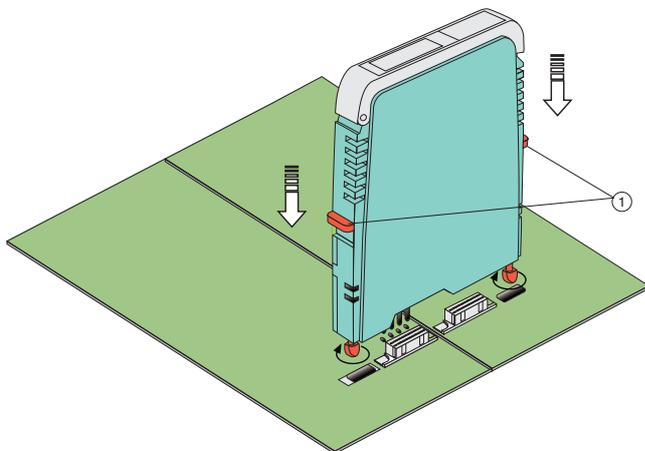

Abbildung 7 Korrekte Montage des Moduls HiD Mux2700
- Vergewissern Sie sich, dass sich der rote Quick-Lok-Riegel (1) in der oberen Position befindet.
- Beachten Sie die Steckausrichtung des Moduls. Führen Sie die Kodierstifte (2) des Moduls in die zugehörigen Kodierbohrungen im Board. Zentrieren Sie nun die Arretierungsstifte (3) über den Arretierungsaufnahmen auf dem Termination Board.
- Zum mechanischen Arretieren des Moduls drücken Sie den roten Quick-Lok-Riegel (1) auf beiden Seiten des Moduls nach unten (siehe Abbildung 7).